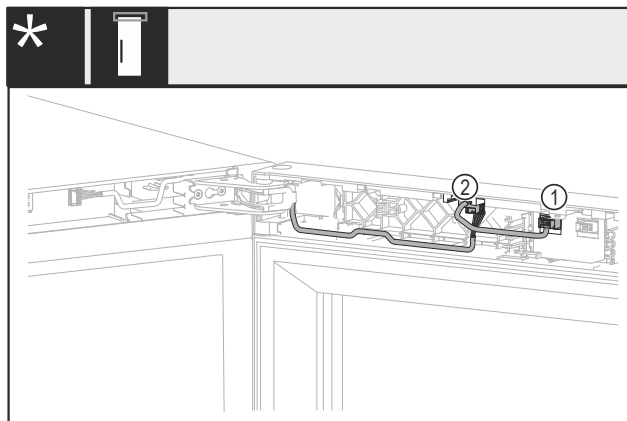

Fig. 18 Bez zámku nebo s mechanickým zámekem*
- Zástrčku Fig. 18 (1) vytáhněte.*
- Zástrčku Fig. 18 (2) vytáhněte.*